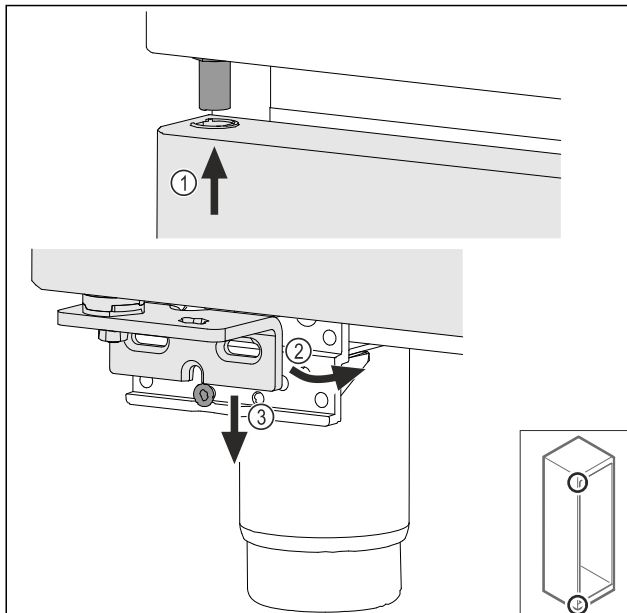

Fig. 74
- ▶ Rahlo nagnjena vrata vstavite zgoraj Fig. 74 (1), poravnajte vrata Fig. 74 (2) in jih spodaj postavite na vijak ležajnega podstavka Fig. 74 (3).